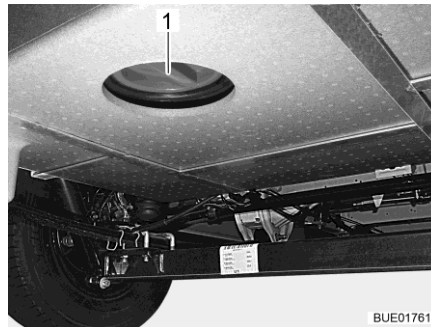

Fig. 291 Ouverture de nettoyage (réservoir d'eaux usées)
- Ouvrir l'ouverture de nettoyage (Fig. 291,1) du réservoir d'eaux usées et le robinet de vidange.